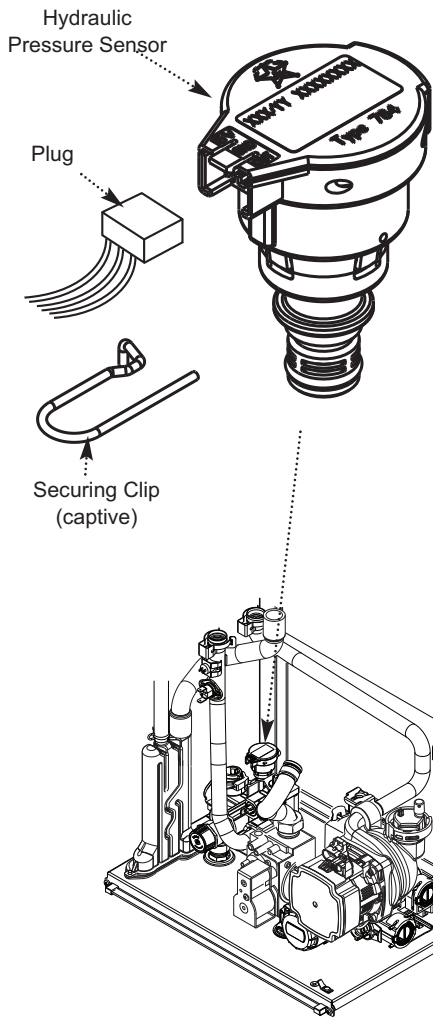

Fig. 63
10.3.15 Hydraulic Pressure Sensor (Fig. 63)